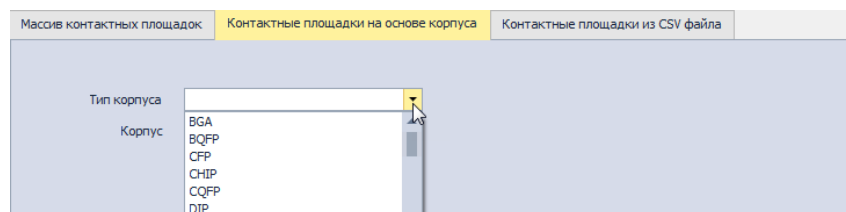

Рис. 105 Выбор типа корпуса
- Выберите из выпадающего списка «Тип корпуса» нужный тип корпуса, см. Рис. 105.